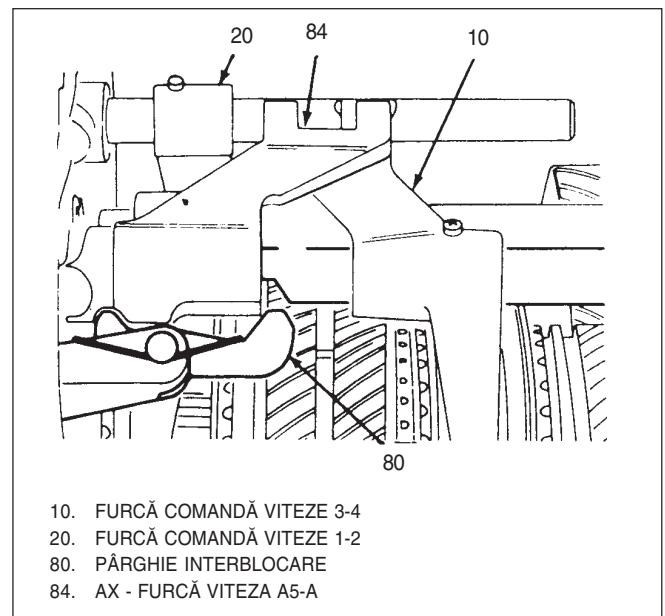

Fig. 83 Pârghia interblocare pe placa portlagăre
- 8) Se prinde cu șuruburi suportul cu pârghia pe placa portlagăre(26), Fig 83.